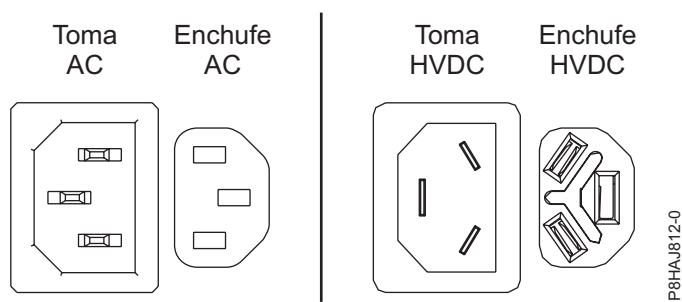
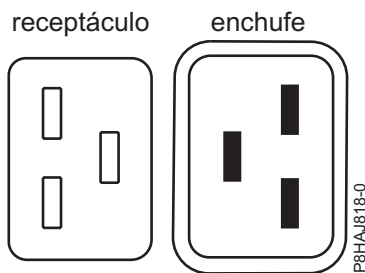
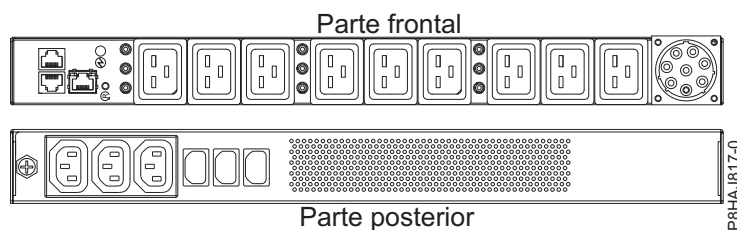

Figura 49. Conectores de CA y HVDC
Figura 50. Conectores para el sistema 8408-44E
Figura 51. PDU para el sistema 8408-44E
En Figura 49 se muestran los conectores admitidos de corriente alterna (CA) y de corriente directa de alto voltaje (HVDC). En Figura 50 y en Figura 51 se muestran los conectores admitidos y la unidad de distribución de alimentación (PDU) para 8408-44E.